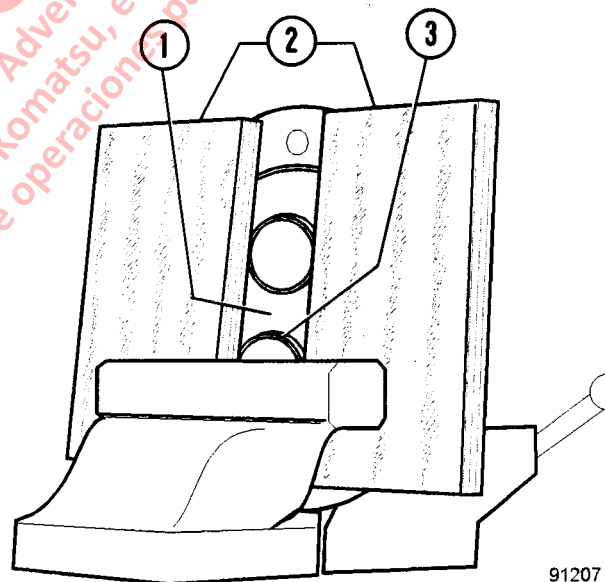

FIGURA 3-10. MONTAJE DEL SELLO DEL EJE
4. Coloque los bloques de madera nivelados con la mandíbula fija del tornillo de banco. Coloque la placa de la pestaña contra los bloques de tal forma que las proyecciones del rodamiento estén entre los bloques y fuera de la mandíbula del tornillo; consulte la Figura 3-10.